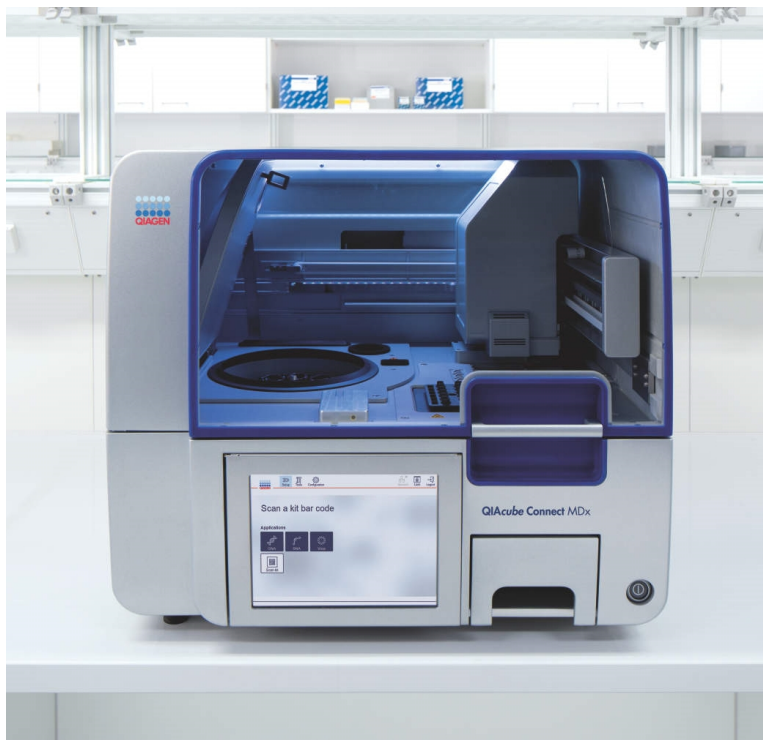

Figura 1. El QIAcube Connect MDx.
- El procedimiento de centrifugación, que requiere una centrífuga o puede automatizarse en el QIAcube® Connect MDx (Figura 1), y